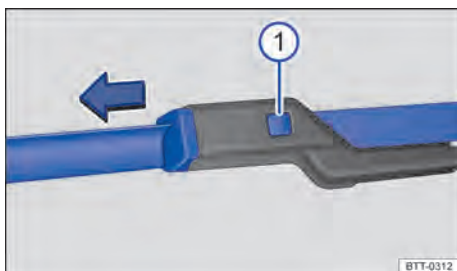

Fig. 160 Substituir as palhetas dos limpadores do para-brisa.
- Manter o botão de destravamento → Fig. 160 ① pressionado e, ao mesmo tempo, retirar a palheta do limpador do para-brisa no sentido da seta.